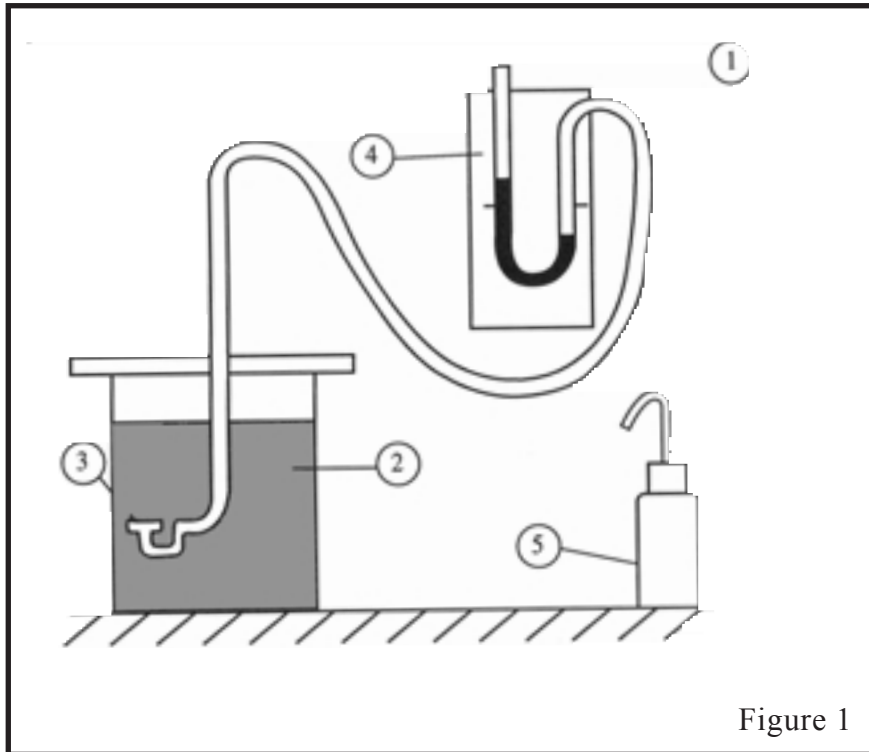

Figure 1
- 7) Je positionne la capsule dans la cuve (voir fig. 1). Je fais la constatation suivante :